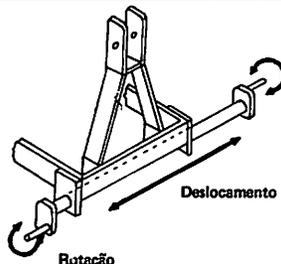

Fig. 18 - Eixo transversal e possibilidades de regulagem
-Pela posição do eixo transversal (deslocado para a esquerda, diminui a largura e, para a direita, aumenta) (Fig. 18). A posição do eixo transversal afeta a estabilidade de direção do trator. Se ele desvia para a esquerda, o eixo se desloca para a direita e vice-versa.